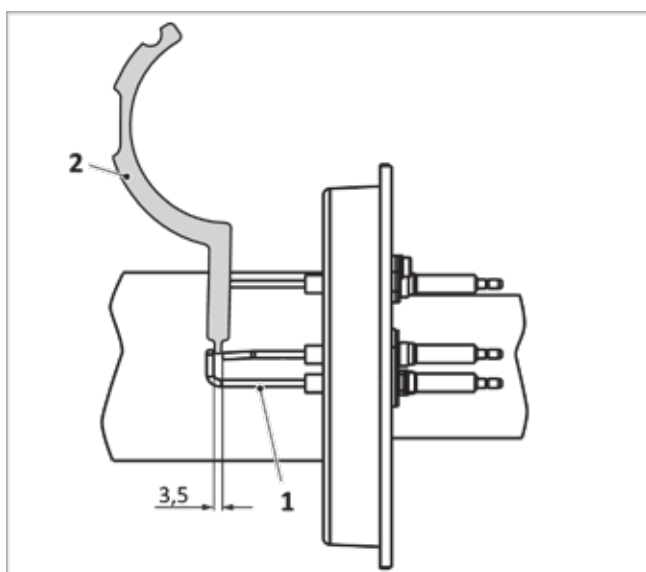

Fig. 33: distanza tra elettrodi e massa dell'elettrodo di accensione
1. Verificare le distanze dell'elettrodo di ionizzazione con l'ausilio del calibro per elettrodi → fig. 33 (2) (eventualmente correggere piegando con attenzione).
- elettrodi tra loro → fig. 33 (1): 3,5 mm